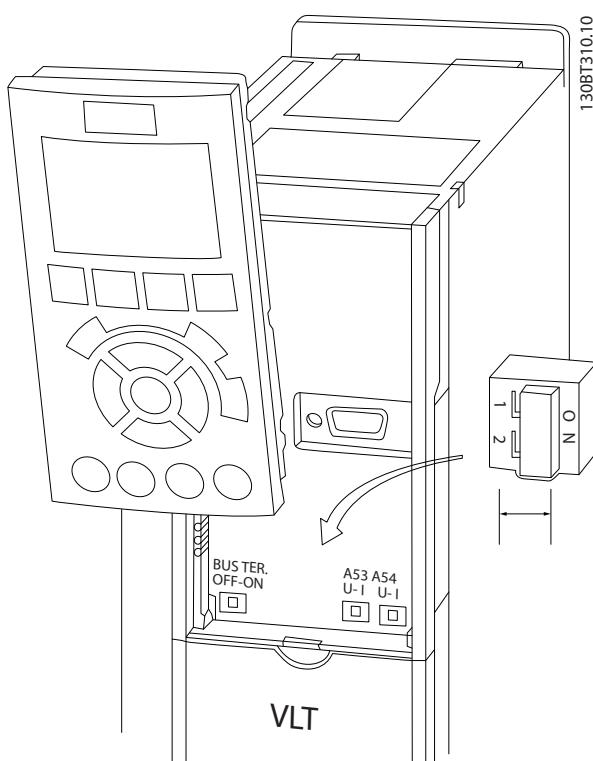

图 2.20 端子 53 和 54 的开关的位置
- 在拆下 LCP 后可以看到这些开关(请参阅 图 2.20)。注意,设备的某些选件卡可能挡住这些开关,因此必须拆卸它们才能更改开关设置。拆卸选件卡之前,务必断开设备电源。